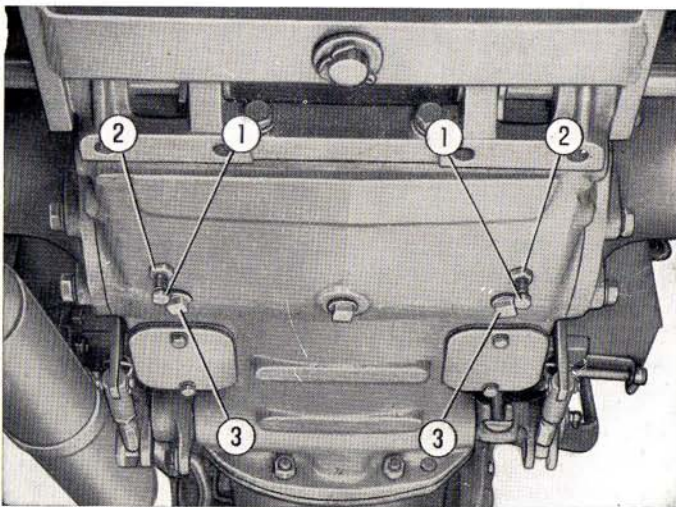

**FIG. 26 — Vis de centrage des rubans de freins**
- Desserrer l'écrou de blocage des deux vis de centrage des rubans de freins (voir fig. 26), serrer les vis à fond, puis les dévisser d'un tour et demi et les bloquer dans cette position ;
- Evacuer enfin par les bouchons **3** (fig. 26) les dépôts qui ont pu s'accumuler dans les carters de freins.